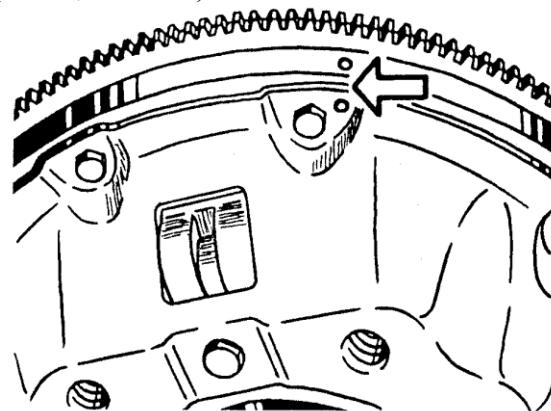

Рис.52. Расположение меток на маховике и кожухе сцепления
- привернуть к маховику нажимной диск с кожухом в сборе, предварительно сцентрировав ведомый диск сцепления при помощи оправки (в качестве оправки можно использовать первичный вал коробки передач) по подшипнику в заднем торце коленчатого вала. Метки «0», выбитые на кожухе нажимного диска и маховике около одного из отверстий для болтов крепления кожуха, должны быть совмещены (рис.52). Затяжку болтов крепления кожуха производить с крутящим моментом 19,6...24,5 Н·м (2...2,5 кгс·м).